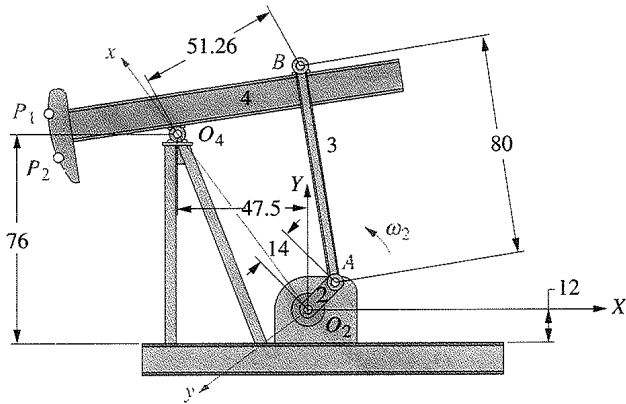

FIGURA P7-27 Problemas 7-70 y 7-71 Bomba de campo petrolero, dimensiones en pulgadas
7-70 Encuentre las aceleraciones angulares de los eslabones 3 y 4 y las aceleraciones lineales de los puntos A, B y P₁ en el sistema de coordenadas XY del mecanismo de la figura P7-27 en la posición mostrada. Suponga que $\theta_2 = 45^\circ$ en el sistema de coordenadas XY y $\omega_2 = 10$ rad/s constante. Las coordenadas del punto P₁ en el eslabón 4 son (114.68, 33.19) con respecto al sistema de coordenadas xy.
*7-71 Con los datos del problema 7-70 escriba un programa de computadora o utilice un solucionador de ecuaciones tal como *Mathcad*, *Matlab* o *TKSolver* para calcular y graficar la magnitud y dirección de la aceleración absoluta del punto P₁ en la figura P7-27 en función de θ_2 .